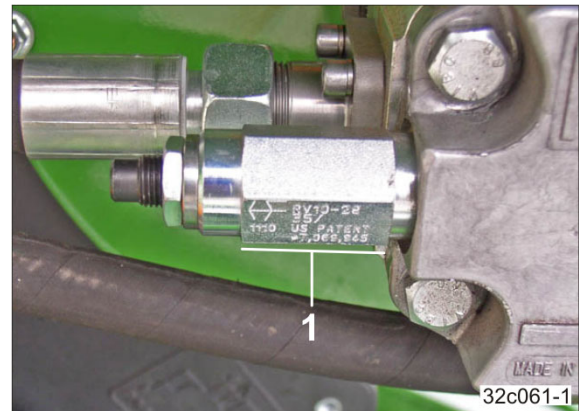

Fig. 155
- mit Sechskant- Außenkontur (Fig. 155/1).